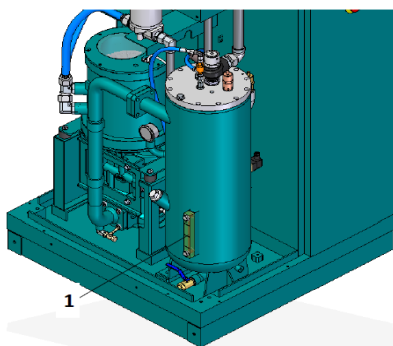

图 27：观油镜
3. 请检查观油镜 (图 27/1) 并确认冷却液是否于标准液位。